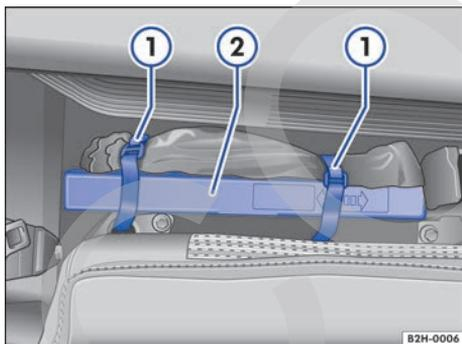

Fig. 163 Detrás del respaldo de la plaza trasera derecha: triángulo de preseñalización (2).
- Suelte los cierres de velcro → **fig. 163** (1) y extraiga el triángulo de preseñalización (2).